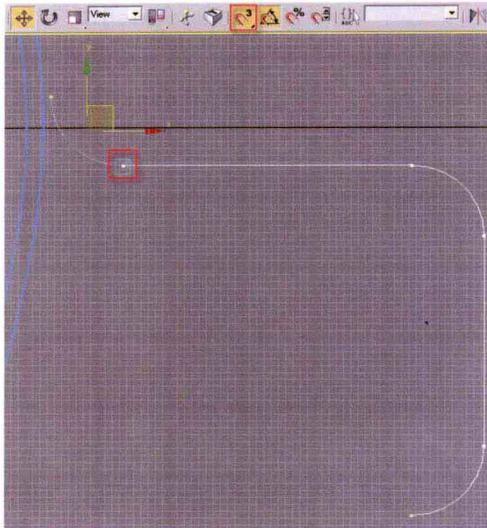

图1-24
②4 选择“椅子腿”模型，单击激活³（三维捕捉）按钮，在Segment（线段）层级下选择线段捕捉对齐，如图1-24所示。